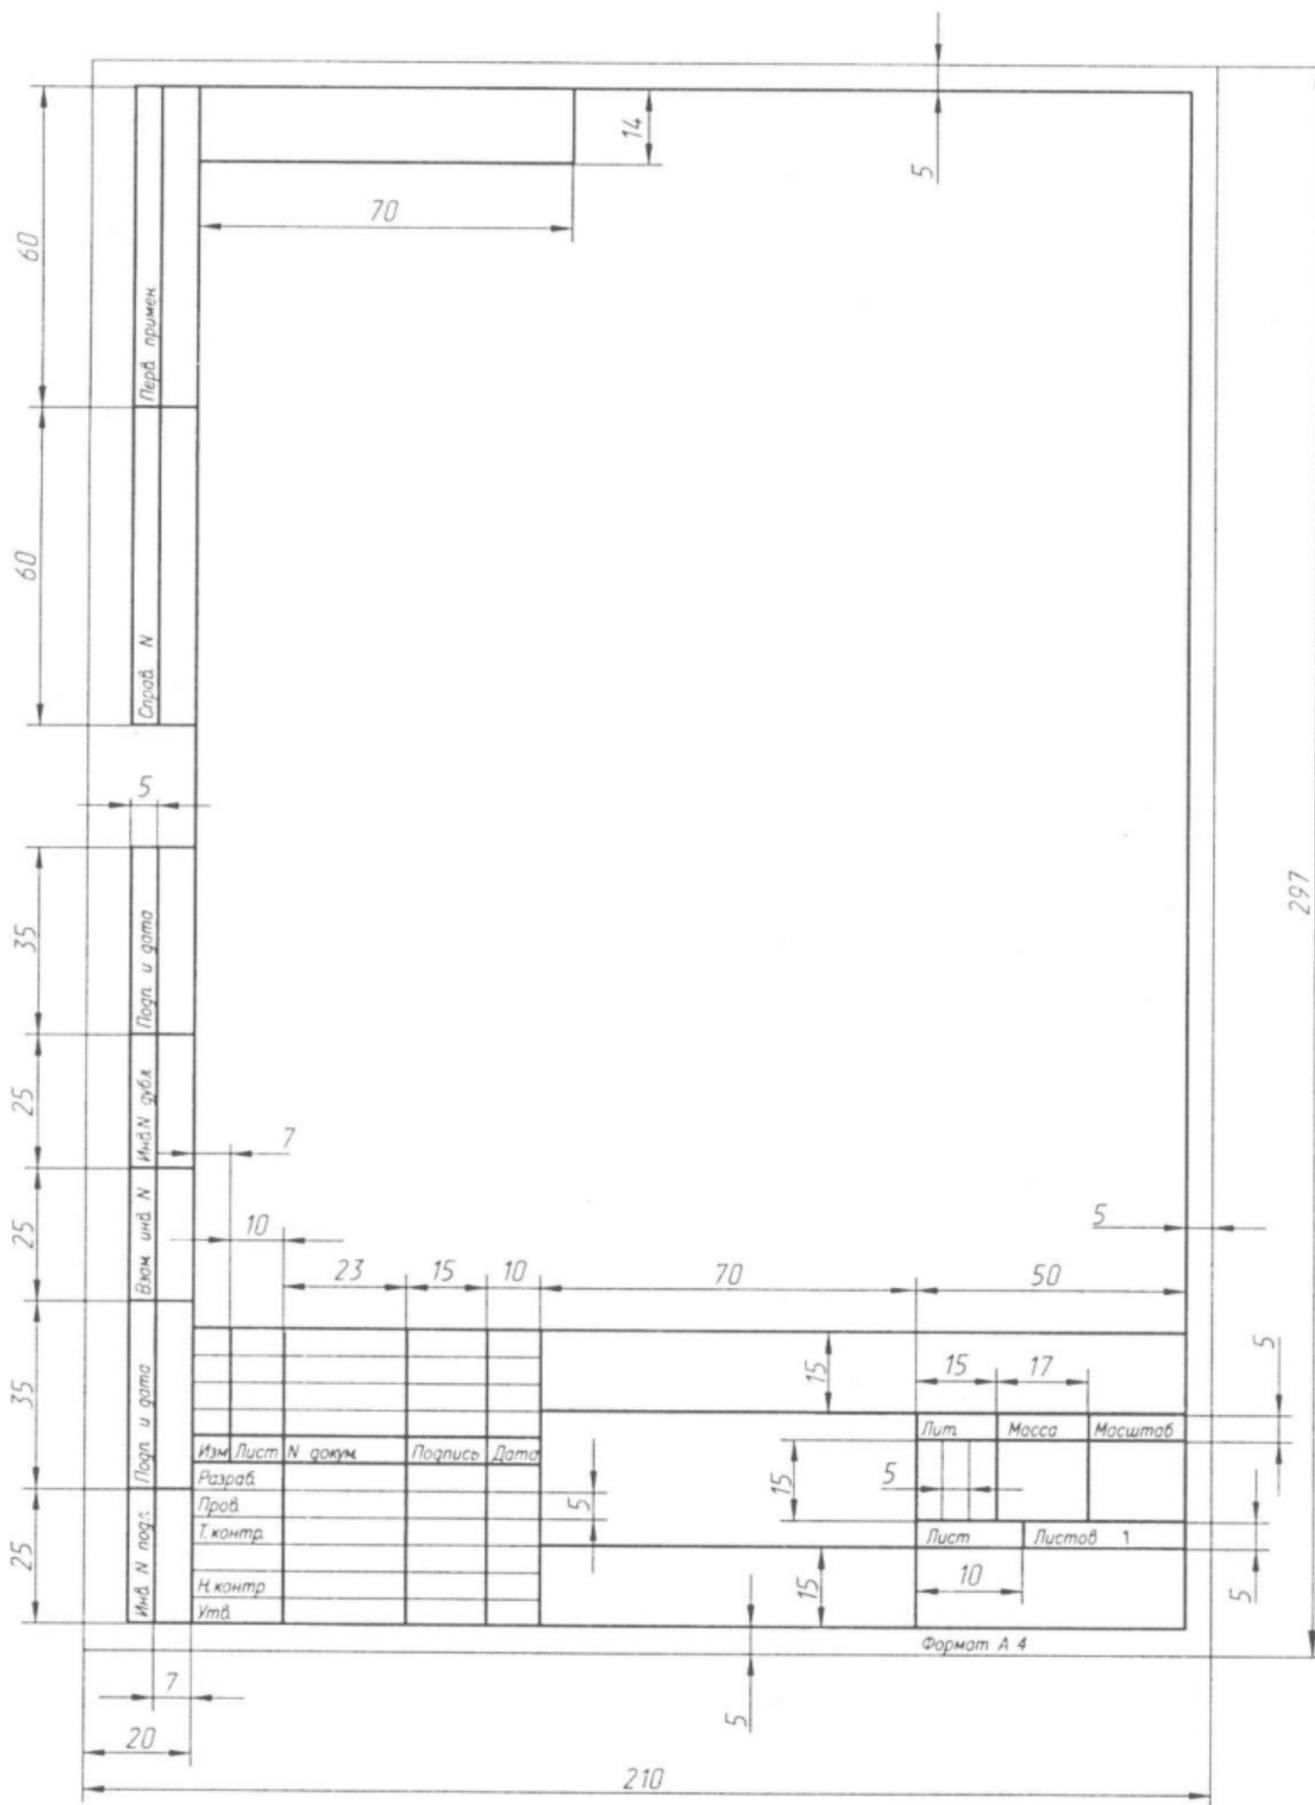
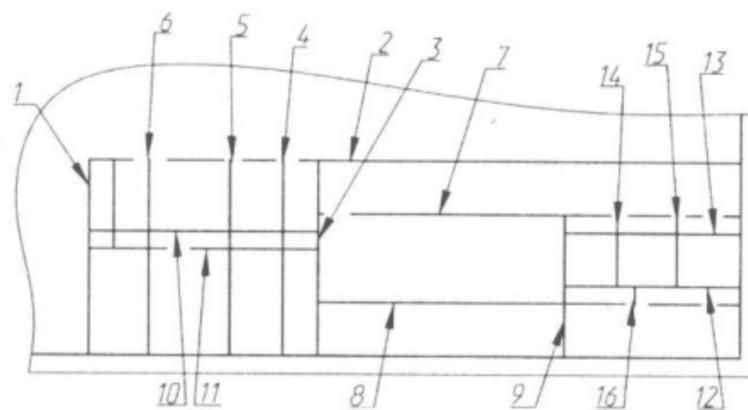

Рисунок 1. Форматка А4
Рисунок 2. Порядок построения основной надписи.
В соответствии с жесткими требованиями ЕСКД для выполнения чертежей установлены форматы листов и соответствующее их оформление. В обычной практике такие листы называют форматками. Создадим форматку А4, изображенную на рис. 1.
5. Теперь начертим основную надпись в нижней части форматки. Для формата А4 она занимает всю нижнюю часть, а для других форматов – находится справа. Увеличьте нижнюю часть чертежа. Вызовите команду Line и чертите согласно размерам (рис. 1) в порядке, указанном на рис. 2. Для черчения используйте привязку к сетке. Для формата А4 линия №1 не потребуется.
7. Теперь предстоит вычертить несколько тонких линий в нижней левой части форматки (см. рис. 1). Это однотипные линии, которые расположены на одинаковом расстоянии друг от друга. Для такого случая целесообразно использовать команду Array.
11. Вызовите Line и дочертите две тонкие вертикальные линии в правой части основной надписи, предназначенной для литеры (см. рис. 1).
13. Установите текущим слой «Основная-06» и, используя команду Line, по маркерам и сетке начертите все графы в поле для подшивки (пользуясь рис.1).
15. Заполним форматку надписями. Сделайте текущим слой «Тонкая-02». Вызовите команду dtext. Задайте для надписей стиль 1. Заполните все графы штампа согласно рис. 1.